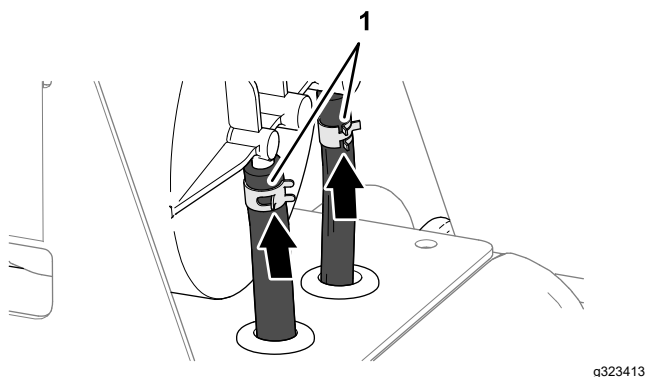

Figura 79
4. Sujete las mangueras a los acoplamientos con las abrazaderas (Figura 79)